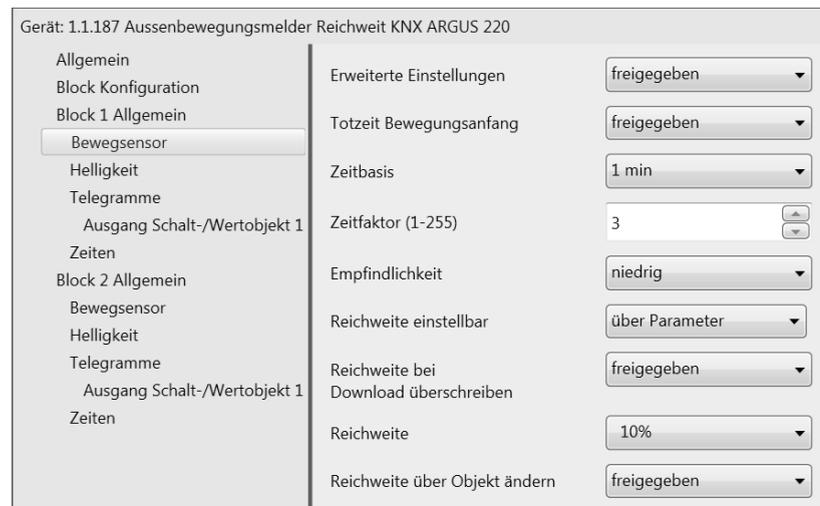

Abbildung 29.10 KNX Argus 220: umfangreiche Einstellungsmöglichkeiten
Des Weiteren befinden sich drei Potentiometer ❶ unter der Abdeckung, mit denen Sie die Empfindlichkeit, die Helligkeitsschwelle und die Zeit einstellen, die der Melder von der letzten erkannten Bewegung bis zum Ausschalten (der Beleuchtung) warten soll. Bereits an dieser Stelle beweist der Argus 220 (Abbildung 29.10) einen der Vorteile von echten KNX-Bewegungsmeldern. Die drei Einstellparameter können Sie nämlich auch ganz bequem, ohne Leiter und Schraubendreher, über die ETS justieren. Die Applikation bietet dazu für jeden Parameter eine Umschaltmöglichkeit zwischen Potentiometerwert und ETS-Wert.